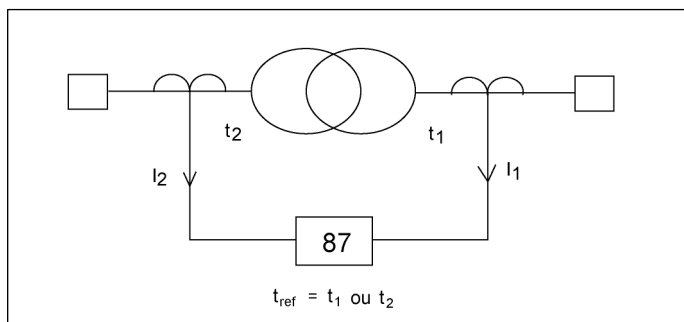

figura 8.1: diagrama para o ensaio da unidade diferencial
Para sua comprovação utilizar os bornes de disparo 21-23, 25(26)-27(28), 29-31, 33(34)-35(36) para o modelo **3IDN** e C7-C8, C9-C10, C11-C12, C13-C14 para o modelo **8IDN**. Seguir um esquema de conexão similar ao representado na figura 8.1 mas neste caso a injeção de corrente será pela entrada de neutro sensível (A9-A10 para um **8IDN**).